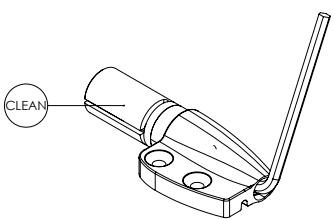
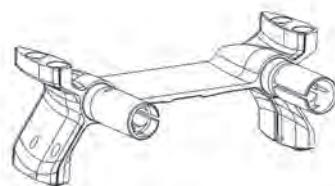

Fig. 23.1
Fig. 23.2
Il existe deux types de fixation des prolongateurs : les « supports-prolongateurs » (Fig. 23.1) et le « BRIDGE » (Fig. 23.2).
- 1- Dégraisser et nettoyer la partie expansive des serrages en contact avec l'intérieur des prolongateurs pour améliorer la tenue. (Fig. 23.1)